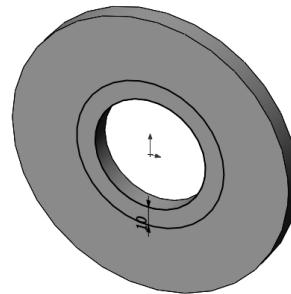

图 5-143 生成等距实体草图
- [4] 单击【确定】按钮 \checkmark ，生成等距实体草图，如图 5-143 所示。